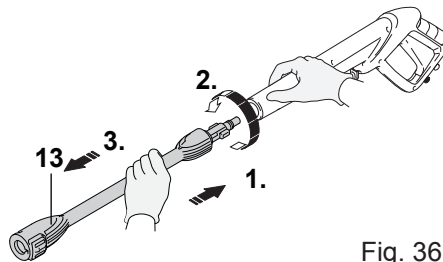

Fig. 36
9. Empuje el accesorio hacia el interior de la pistola de alta presión (16) y gírelo en sentido contrario al de las agujas del reloj para retirarlo (Fig. 36).